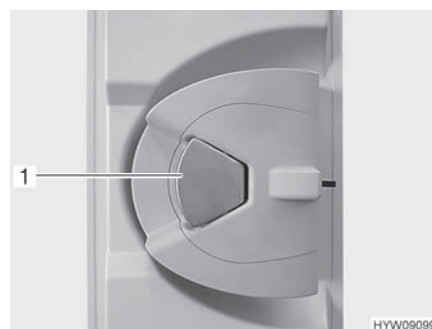

Fig. 24 Serrure de la porte (porte cellule à l'intérieur)
- Ouvrir :** ■ Quand la serrure de la porte est verrouillée : Tirer une fois sur la poignée de la porte (Fig. 24,1). La porte est déverrouillée.
- Tirer sur la poignée de la porte (Fig. 24,1). La porte est ouverte.
- Verrouiller :** ■ Appuyer sur la poignée de la porte (Fig. 24,1).